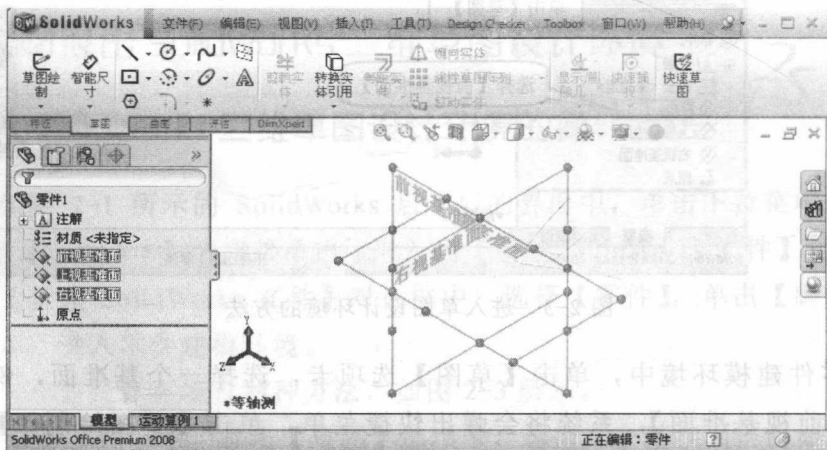

图 2-5 选择系统默认的基准面
(1) 选择系统默认的基准面。如图 2-5 所示，在草图设计环境中，系统会自动显示【前视基准面】、【上视基准面】、【右视基准面】，任意选择其中的一个基准面，然后单击【草图绘制】按钮，就可以进行草图绘制了。